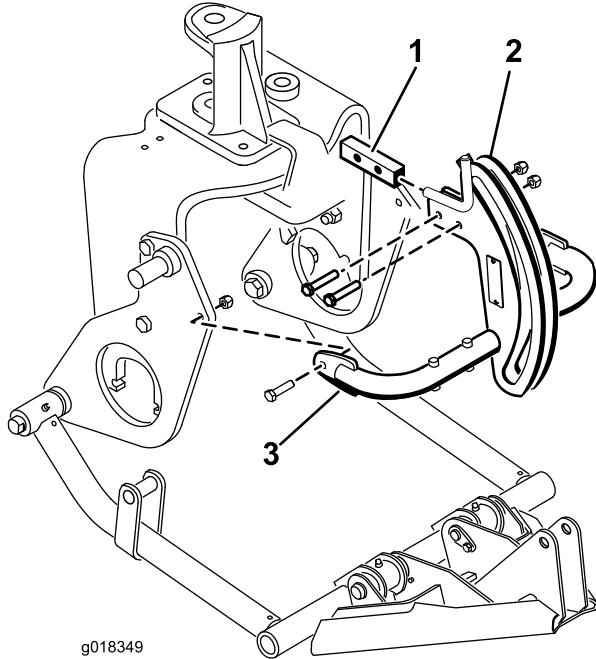

Bild 9
(3/8 x 2 Zoll) und Muttern (Bild 9) an der Halterung des Anbauvorrichtungsrahmens.
- Befestigen Sie den Rohre des Anbauvorrichtungsrahmens mit Schrauben (3/8 x 1-1/2 Zoll) und Muttern an den Befestigungsplatten (Bild 9). Ziehen Sie die Befestigungen an.